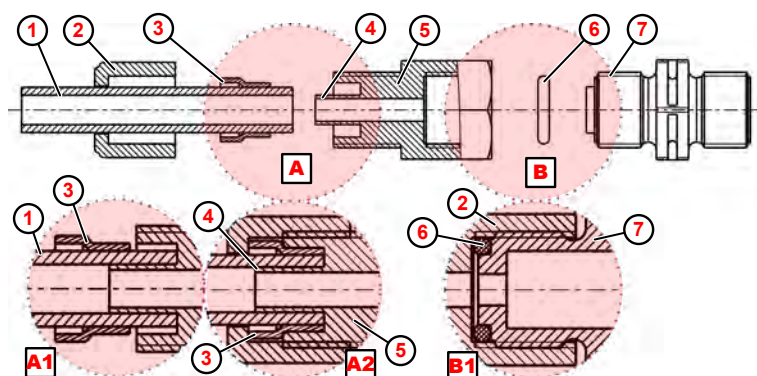

Fig. 7: Conexión de manguera y de tubo con manguito de apoyo integrado
1. Colocar la junta tórica (Fig. 7 , ⑥) en la ranura de la válvula de descarga o aspiración ⑦ .
2. Apretar la unión roscada ⑤ (detalle B1).
3. Realizar un corte recto en la manguera ① .
4. Empujar la tuerca de unión ② sobre la manguera ① .
5. Empujar el anillo de apriete ③ sobre la manguera ① .
6. Empujar la manguera ① hasta el tope del manguito de apoyo ④ (detalle: A1).
7. Apretar la unión roscada ⑤ (detalle A2).